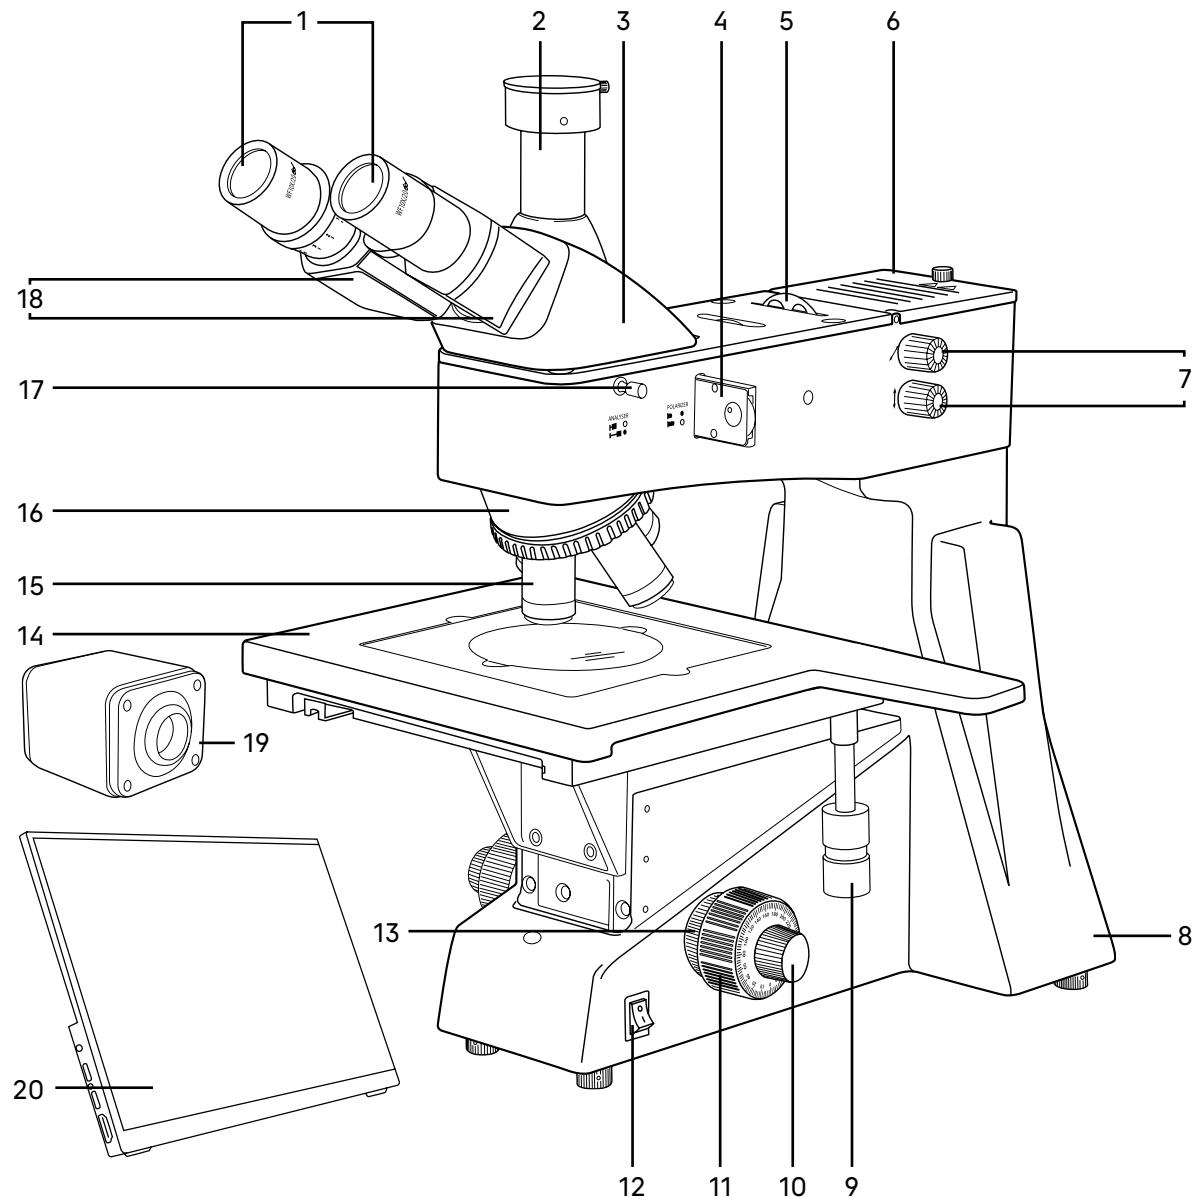
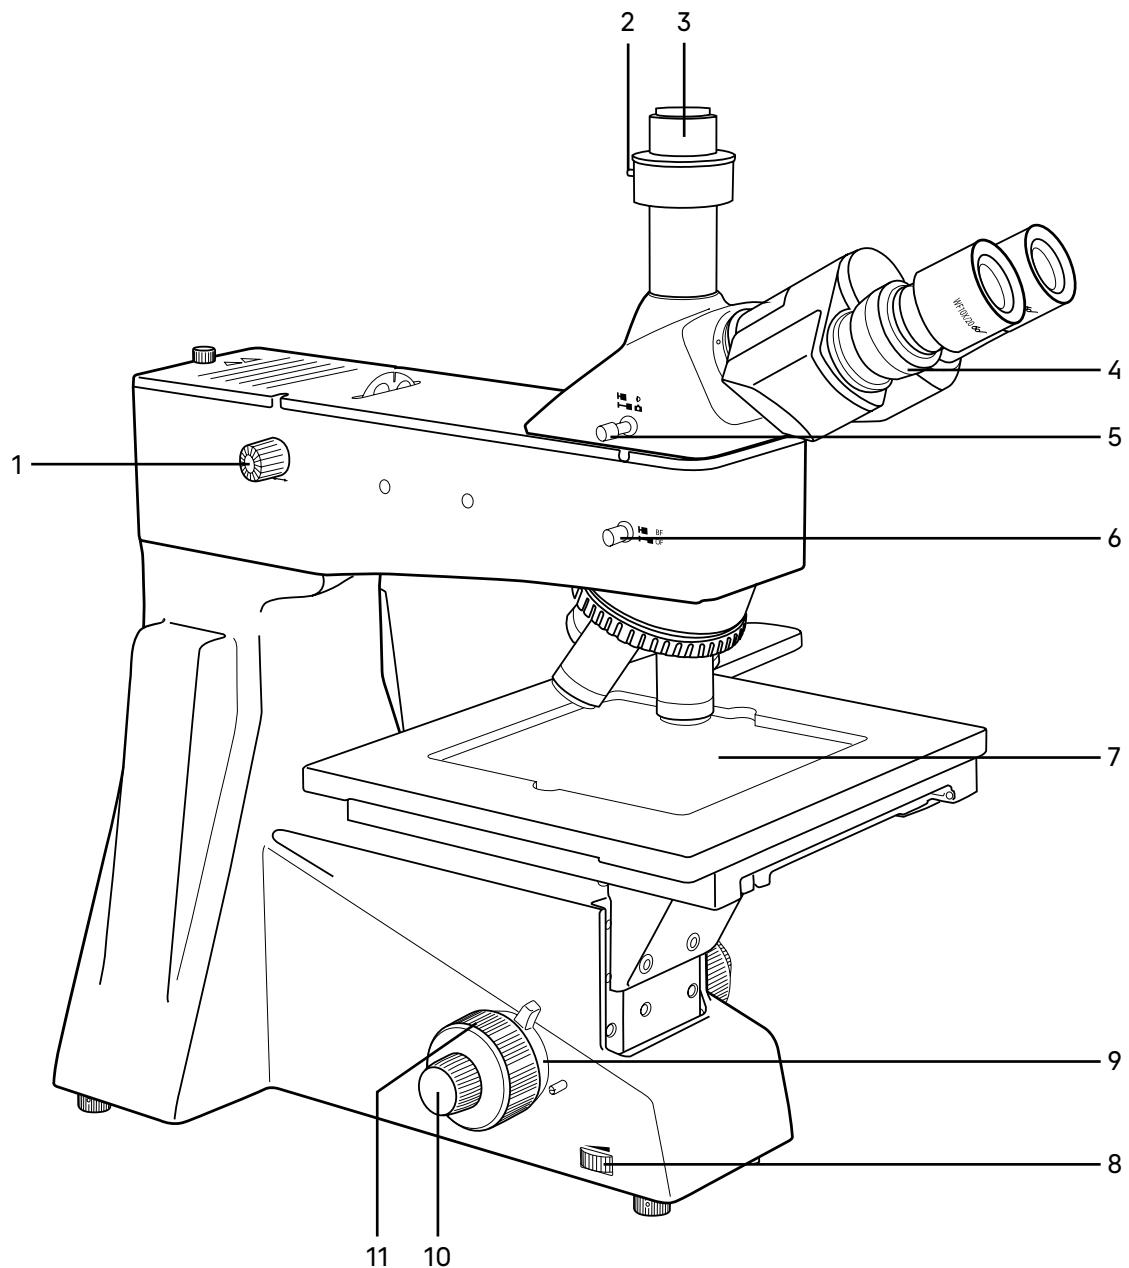

Рис. 1. Микроскоп MAGUS Metal D650 BD LCD. Вид справа
Рис. 2. Микроскоп MAGUS Metal D650 BD LCD. Вид слева
Общий вид микроскопа представлен на рис. 1 и 2.
На штативе 8 (рис. 1) закреплены:
- осветитель отраженного света 6 (рис. 1);
- предметный столик 14 (рис. 1).
На правой боковой поверхности штатива расположен выключатель 12 (рис. 1) сетевого напряжения.
На левой боковой поверхности штатива расположен диск для регулировки напряжения питания источника света 8 (рис. 2).
Фокусировка на объект осуществляется перемещением по высоте предметного столика. Грубая фокусировка производится вращением рукояток 10 (рис. 1, 2).
Тонкая фокусировка производится вращением рукояток 9 (рис. 1, 2). Тонкая фокусировка требуется для более точного фокусирования на объект и для подфокусировки микроскопа на резкость изображения при смене объективов и препаратов. Цена деления тонкой фокусировки – 0,7 мкм.
Механизм регулировки жесткости хода грубой фокусировки 13 (рис. 1) – кольцо между штативом и рукояткой грубой фокусировки с правой стороны. С помощью кольца регулируется жесткость хода грубой фокусировки так, чтобы жесткость была комфортной для пользователя, но при этом предметный столик не опускался самопроизвольно во время работы.
Механизм блокировки грубой фокусировки 9 (рис. 2) расположен с левой стороны. После завершения грубой фокусировки рекомендуется перевести рукоятку в крайнее положение в направлении по часовой стрелке. Таким образом закрепится положение грубой фокусировки для быстрой рефокусировки после смены препарата.
Тринокулярная визуальная насадка 3 (рис. 1) обеспечивает визуальное наблюдение изображения объекта.
В вертикальный тубус 2 (рис. 1) корпуса визуальной насадки (канал визуализации) с помощью переходника C-mount 3 (рис. 2) устанавливается система визуализации с монитором. Переключение светового потока на вертикальный тубус производится рукояткой 6 (рис. 2), расположенной на левой стенке визуальной насадки. Рукоятка имеет два положения: 100/0 и 0/100.
В комплект микроскопа входят окуляры 1 (рис. 1). Окуляры имеют высокое положение выходного зрачка и предназначены для работы как в очках, так и без них.
Револьверное устройство 16 (рис. 1) обеспечивает установку пяти объективов 15 (рис. 1). Смена объективов производится вращением револьверного устройства за конусную рифленую поверхность до фиксированного положения.
Двухкоординатный механический предметный столик 14 (рис. 1) закреплен на штативе.
Перемещение столика осуществляется как при помощи рукоятки 9 (рис. 1), так и при помощи выступающей ручки на столике.
В центр столика устанавливается квадратная стеклянная вставка 7 (рис. 2). Размеры вставки: 218 x 218 мм.
Для проведения наблюдений в поляризованном свете микроскоп оснащен устройством простой поляризации, которое включает в себя встроенный анализатор 17 (рис. 1) и съемный поляризатор 4 (рис. 1). Поляризатор вращается в диапазоне 0–360°.
В комплект микроскопа входит круглая пластина со светофильтрами 5 (рис. 1). Пластина имеет 5 положений: желтый, зеленый, синий, матовый фильтры, а также свободное отверстие. Светофильтры помогают правильно настроить цветопередачу в зависимости от образца исследования, улучшить цветовой баланс и повысить контрастность и яркость изображения.